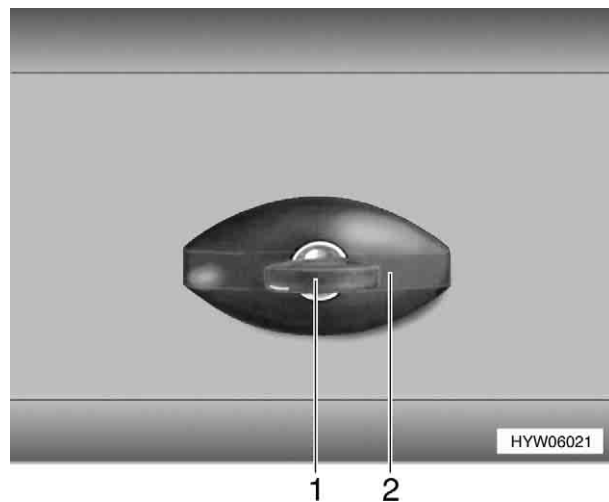

Fig. 24 Serrure du portillon, fermée (variante 2)
- ▷ Par temps pluvieux, l'eau peut pénétrer dans la serrure ouverte du portillon. Il faut donc fermer la poignée de la serrure (Fig. 24,2) voir Fig. 24.
- Insérer la clé dans le barillet (Fig. 24,1) et la tourner d'un quart de tour dans le sens inverse des aiguilles d'une montre. La poignée de la serrure (Fig. 24,2) ressort.